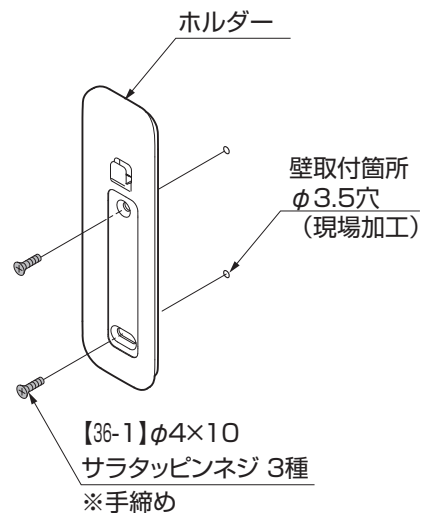

図10-2 ホルダーの取付け
②ホルダーを、目隠材などのシャッター開閉が確認できる所に、【36-1】で取付けてください。(図10-2参照)
- 壁取付箇所にφ3.5穴をあけてから手締めにて取付けてください。(図10-2参照)